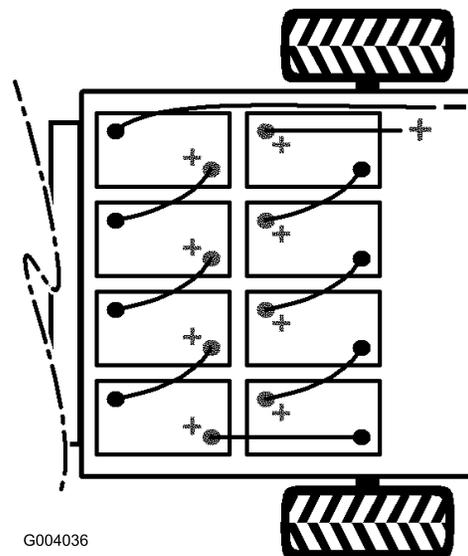

Figura 28
2. Desligue o fio negativo comprido e negro que liga os pólos das baterias ao veículo (Figura 28).
3. Desligue o fio positivo comprido e vermelho que liga os pólos das baterias ao veículo (Figura 28).
**Nota:** Obs.: Preste atenção à polaridade das baterias quando trocar de baterias (Figura 28).
9. Ligue as baterias umas às outras com os cabos próprios (gravura Figura 28).
10. Ligue o fio positivo comprido e vermelho das baterias ao veículo (Figura 28).
11. Ligue o fio negativo comprido e preto das baterias ao veículo (Figura 28).